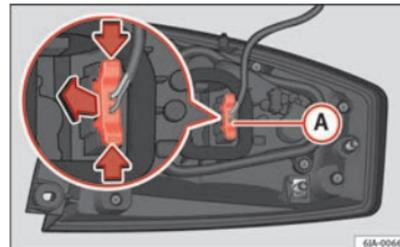

Fig. 163 Connecteur au dos du feu arrière
- Débranchez le connecteur A ⇒ fig. 163 du feu en actionnant ses leviers latéraux (flèches) et en le tirant vers l'extérieur.